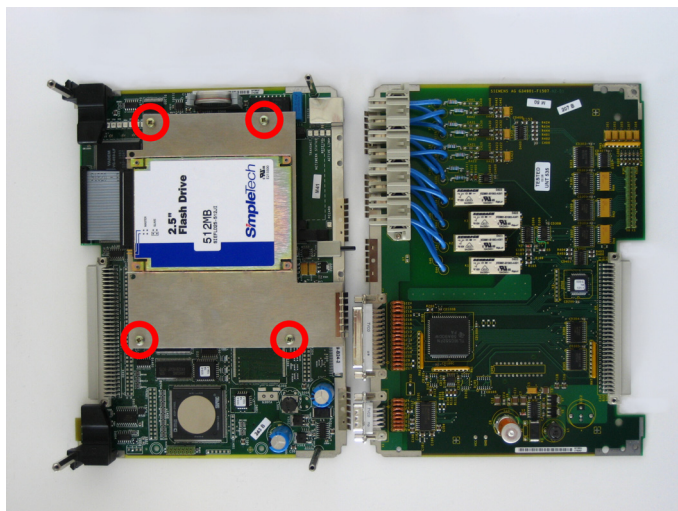

Bild 3-10 Befestigungsschrauben am Trägerblech
- Lösen Sie die Schrauben des Trägerblechs, auf das die 2,5"-Flash Disk montiert ist (siehe Bild 3-10).